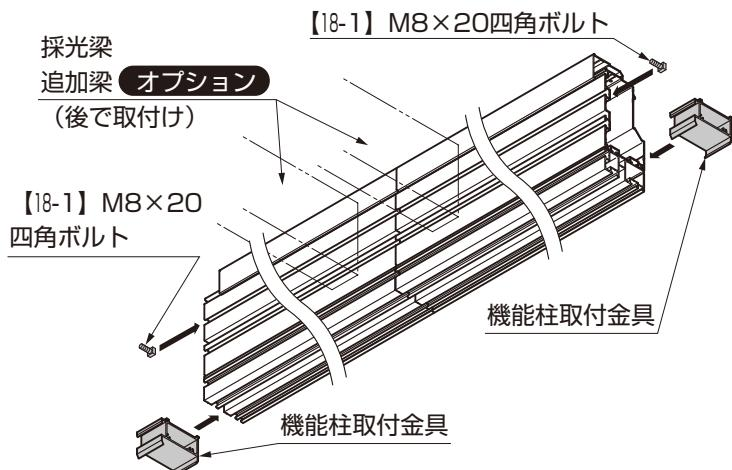

図6-5
- ① 桁側面の溝に【18-1】をスライドしながら入れてください。(図6-5参照)
- ② 桁側面の溝に機能柱取付金具を両側面から各1個ずつスライドしながら入れてください。(図6-5参照)